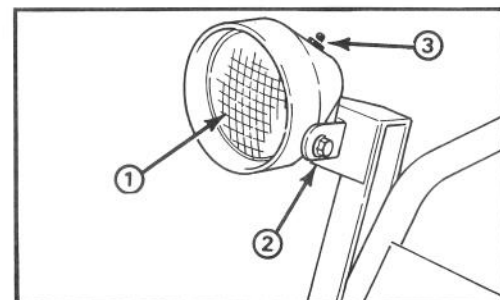

Figure 19
1. Orientez le phare dans la position désirée. S'il résiste, desserrez l'écrou de blocage (fig. 19).
3. Pour allumer le phare, appuyez sur l'interrupteur à poussoir figurant en haut du phare (fig. 19).